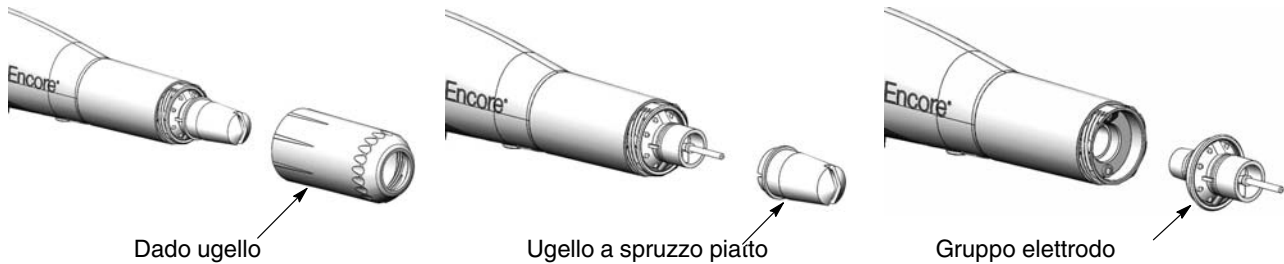

Figura 4-6 Sostituzione di un ugello a spruzzo piatto
2. Vedi figura 4-6. Svitare il dado dell'ugello girando in senso antiorario.